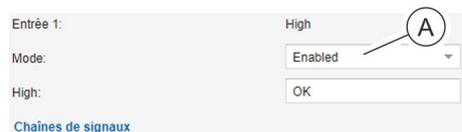

Fig. 119 : Activation/désactivation d'une entrée ou d'une sortie
2. ➔ Dans le champ de sélection (Fig. 119 /ⓐ), régler la valeur sur « Enabled » (pour l'activation) ou « Disabled » (pour la désactivation).